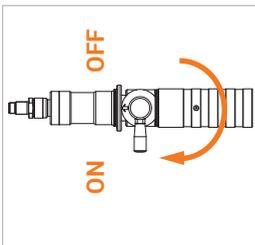

Abbildung 11
- ▶ Drehen Sie den Betätigungshebel (Pos. 3) der Füllkupplung vollständig um 180° in die ON-Position (Abbildung 11). **Wenn sich der Betätigungshebel nicht leicht drehen lässt, nehmen Sie den WEH® Servicenippel nochmals heraus und setzen ihn erneut ein.**